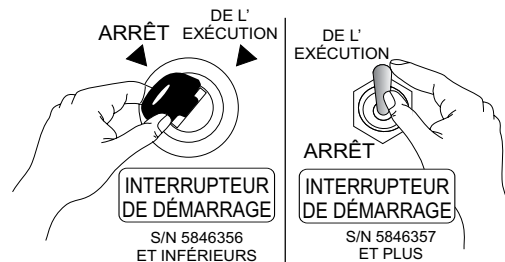

Figure 23. Interrupteur de démarrage (position DEL' EXÉCUTION)
5. Insérez la clé de contact (Figure 23), S/N 5846356 et inférieur dans le « Interrupteur De Mémarrage » et tournez la clé dans le sens des aiguilles d'une montre jusqu'à la position **DEL' EXÉCUTION** ou placez l'interrupteur à bascule du démarreur, S/N 5846357 et supérieur dans la position **DEL' EXÉCUTION**.